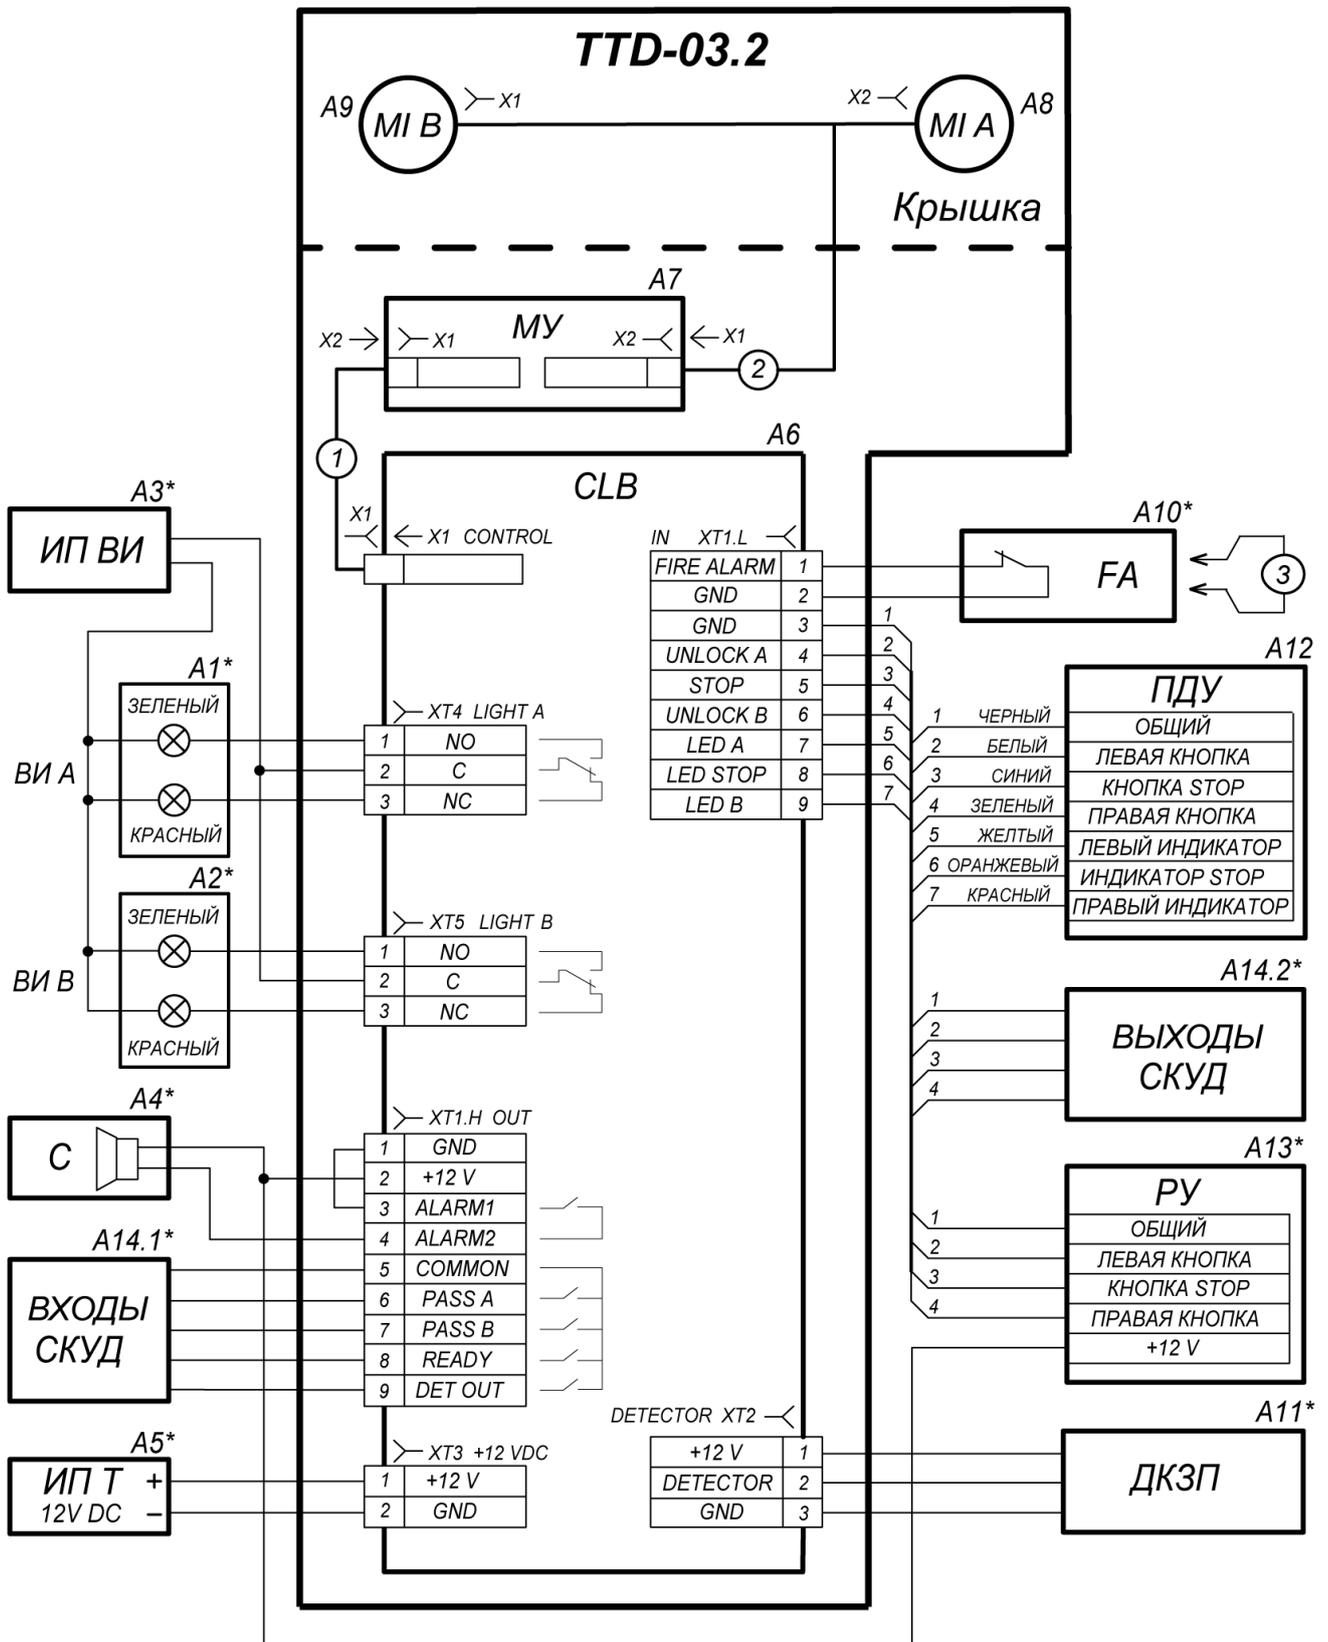

Рисунок 13. Схема электрическая соединений¹
Схема подключения турникета приведена на рис. 13. Расположение клеммных колодок на плате управления указано на рис. 4. Используемые при монтаже кабели указаны и их максимальная длина указаны в разд. 8.3. Рекомендации по подготовке установочной поверхности и организации зоны прохода приведены в разд. 8.1.
6. Для доступа к крепежным отверстиям основания стойки турникета снимите обе стенки внешние (2) в следующем порядке. С обеих сторон стойки турникета открутите рожковым ключом S10 две гайки M6 на кронштейне, фиксирующие верхнюю часть стенки внешней (2) на стойке турникета, после чего снимите стенку внешнюю, приподняв ее вверх. При этом внизу откроется доступ к крепежным отверстиям на основании.
8. Все подключения к плате CLB выполняйте в соответствии со схемой электрических соединений (рисунок 13). Прокладка кабелей внутри стойки турникета показана на рисунке 12.
10. Подключите кабель питания (10) от источника питания турникета к клеммной колодке XT3 на плате CLB. Подключите кабель ПДУ к клеммной колодке XT1.L на плате CLB. Подключите, при необходимости, кабели от других устройств к соответствующим клеммным колодкам платы CLB (см. рис. 13). При подключении устройства, подающего команду аварийной разблокировки, снимите перемычку в виде провода, установленную между контактами *Fire Alarm* и *GND* клеммной колодки XT1.L (*In*).
- позиции А4, А6 – А9, А11 – см. рисунок 13.
13. Для установки крышки стойки турникета (3) сориентируйте ее так, чтобы средняя планка на нижней части крышки была расположена со стороны замка крышки стойки турникета (6). Подключите кабели индикации, находящиеся в стойке турникета, снизу к разъемам в блоках индикации (4), затем аккуратно установите крышку стойки турникета (3) на каркас.
14. При этом поперечные уголки на крышке стойки турникета должны располагаться максимально близко к соответствующим штыревым направляющим в каркасе. После установки крышка стойки турникета (3) переводится в рабочее положение движением справа налево до упора и прижатием сверху, после чего фиксируется замком крышки стойки турникета. Замок крышки стойки турникета закрывается без ключа нажатием на механизм секретности до упора.
15. Для установки преграждающих планок снимите с планшайбы (7) крышку, отвернув винт. Отверните болт, установленный на преграждающей планке (5). Установите преграждающую планку в соответствующее посадочное место на планшайбе и зафиксируйте преграждающую планку болтом. Под головку болта установите пружинную шайбу. Затяжка болта должна обеспечивать надежную фиксацию преграждающей планки (без люфта).
17. Установите на планшайбу (7) крышку, закрепив ее винтом.